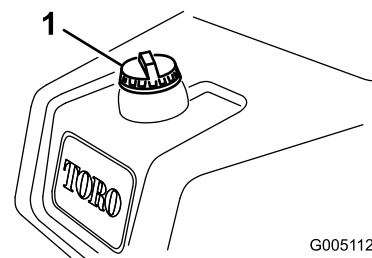

図 21
- 1. 燃料キャップの周囲をきれいに拭いてキャップを外す 図 21。